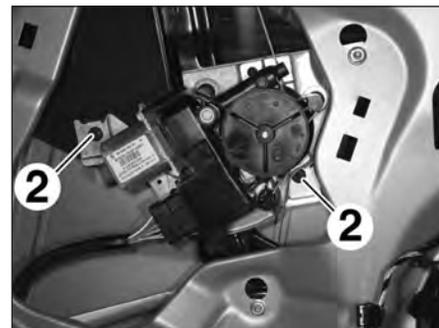

FIG. 123
- Déposer les vis (2) de la vitre (Fig.123).